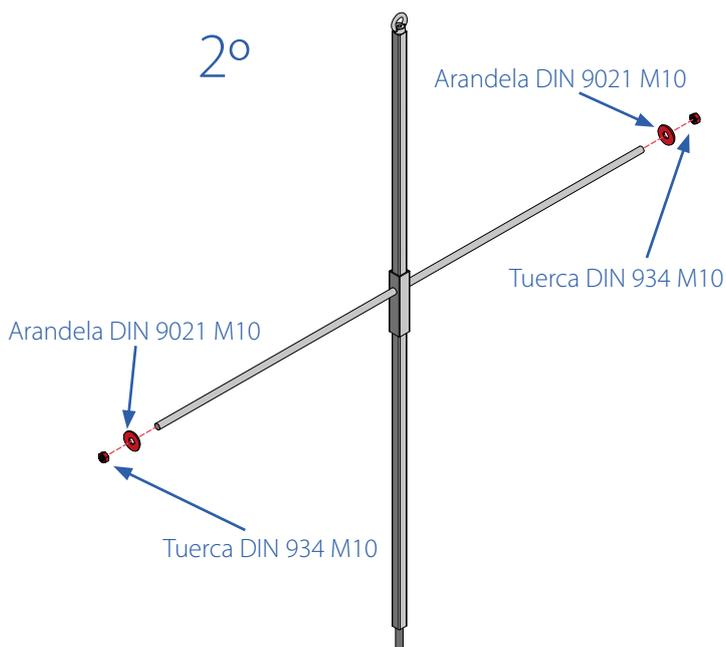

Fig. 70. Preparación guía telescópica
2. Insertar una tuerca con su correspondiente arandela en los extremos de las varillas transversales, de manera que entre ellas se quede una distancia de aproximadamente 100/200 mm más pequeña que el diámetro de la chimenea. (Fig. 70).